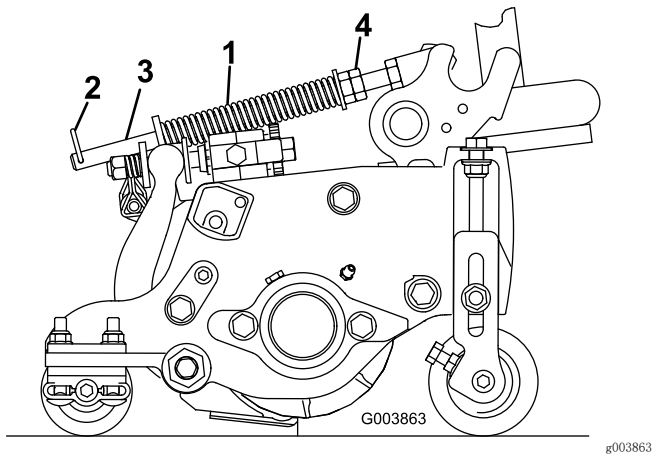

图15
2. 拧紧弹簧杆前端的六角螺母，直至压缩后的弹簧长度为 159mm（图15）。
草坪补偿弹簧（图15）可将重量从前滚筒转移至后滚筒。这有助于减少草坪的波动图形，也称为波浪形或摆动形。
1. 确保发卡销安装在弹簧杆的后孔内（图15）。